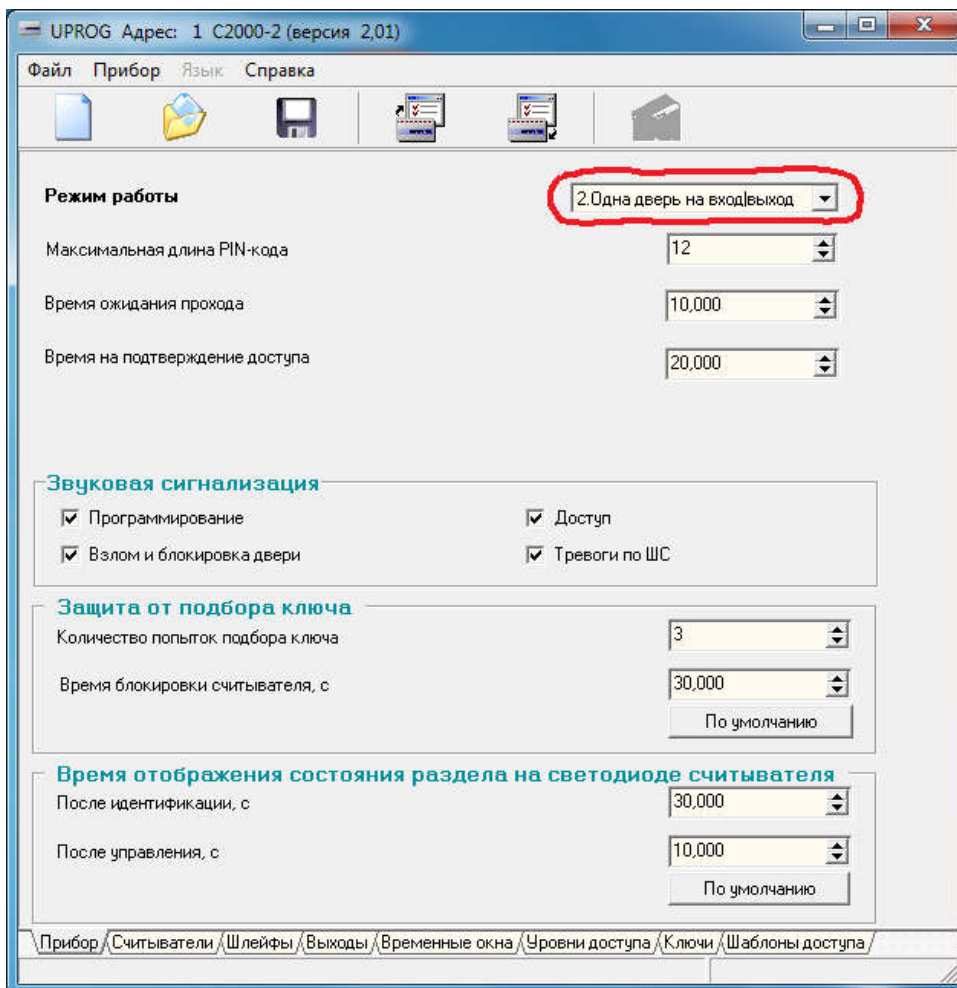
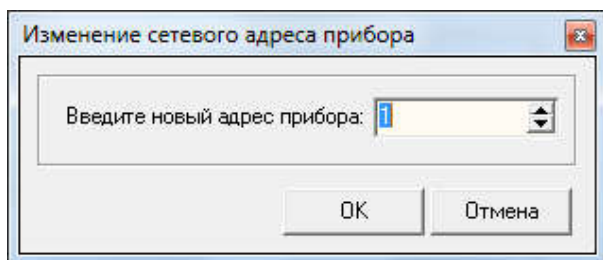
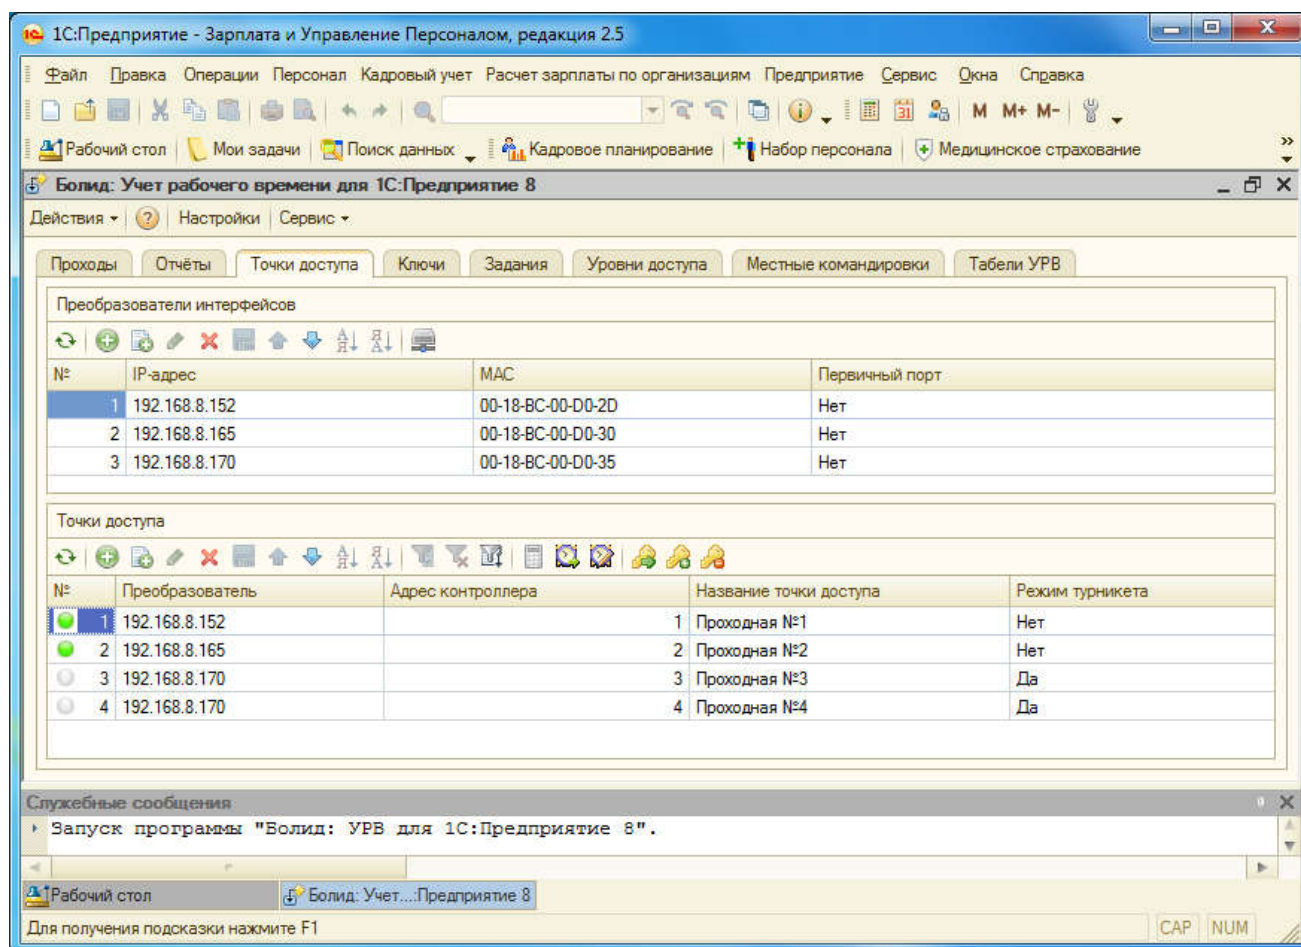

Рис.12. Конфигурирование контроллера доступа С2000-2, закладка «Прибор».
Рис.14. Изменение сетевого адреса контроллера доступа C2000-2.
Рис.16. Страница «Точки доступа».
9) Сконфигурировать контроллер доступа С2000-2. На закладке «Прибор» (см. рисунок 12) установить режим работы «Одна дверь на вход|выход» либо «Турникет». Эта настройка должна соответствовать параметру точки доступа программы УРВ для 1С (см. рисунок 16), где в колонке «Режим турникета» устанавливается значение «Нет» или «Да».
Изменение сетевого адреса контроллера доступа C2000-2 выполняется из главного меню программы UProg путём выбора пункта меню «Прибор→Изменение сетевого адреса». В открывшемся окне (см. рисунок 14) задаётся сетевой адрес прибора в диапазоне 1..127. Этот же адрес задаётся в параметрах точки доступа программы UPB для 1С (см. рисунок 16), в колонке «Адрес контроллера»;
- Добавить в точки доступа (предварительно сконфигурированные и подключенные) контроллеры доступа. Если все выполнено правильно, то напротив каждой точки доступа вы увидите индикацию в виде зеленого кружка (см. рисунок 16).